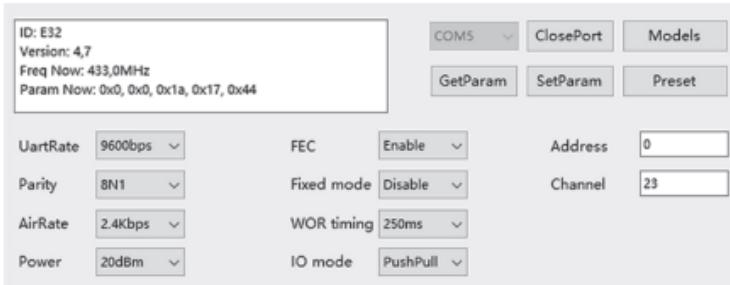

Рисунок 7 – Настройки программы RF Setting
- 4) Скачать и запустить программу RF Setting на ПК или ноутбуке. Перевести модем в режим сна по средствам микропереключателей (M1 и M0 в положение OFF). Произвести необходимую настройку (рисунок 7).